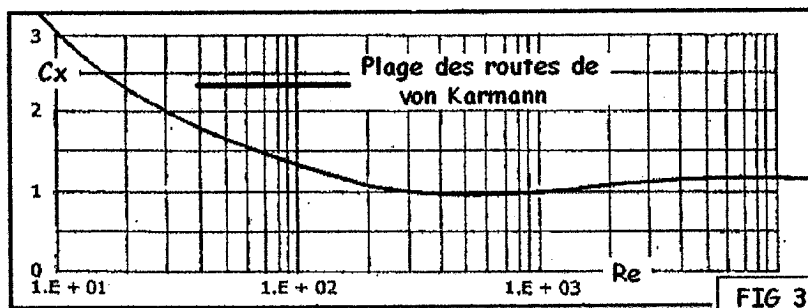

FIG 3
Des données approximatives pour le  $C_x$  d'un cylindre (de longueur infinie) sont données en Fig 3.
2. Traînée des cylindres. - Pour décider de Re et du diamètre il faudra se rappeler que le  $C_x$  des cylindres varie de façon non linéaire. Ce  $C_x$  est donné pour divers Re en Fig 3. Supposons  $15^\circ\text{C}$  et 250 m d'altitude (densité  $\rho = 1,1879 \text{ kg/m}^3$ ), nous pouvons calculer assez exactement :
6. Fréquence de décollement. - Si l'on connaît le diamètre et la vitesse de vol on peut déterminer la fréquence de décollement des tourbillons de Karmann. Pour un planeur F1H, avec diamètre d'environ 2 mm, et Re de 200, le nombre de Strouhal d'après Fig 3 sera de  $S * 0,197$ .